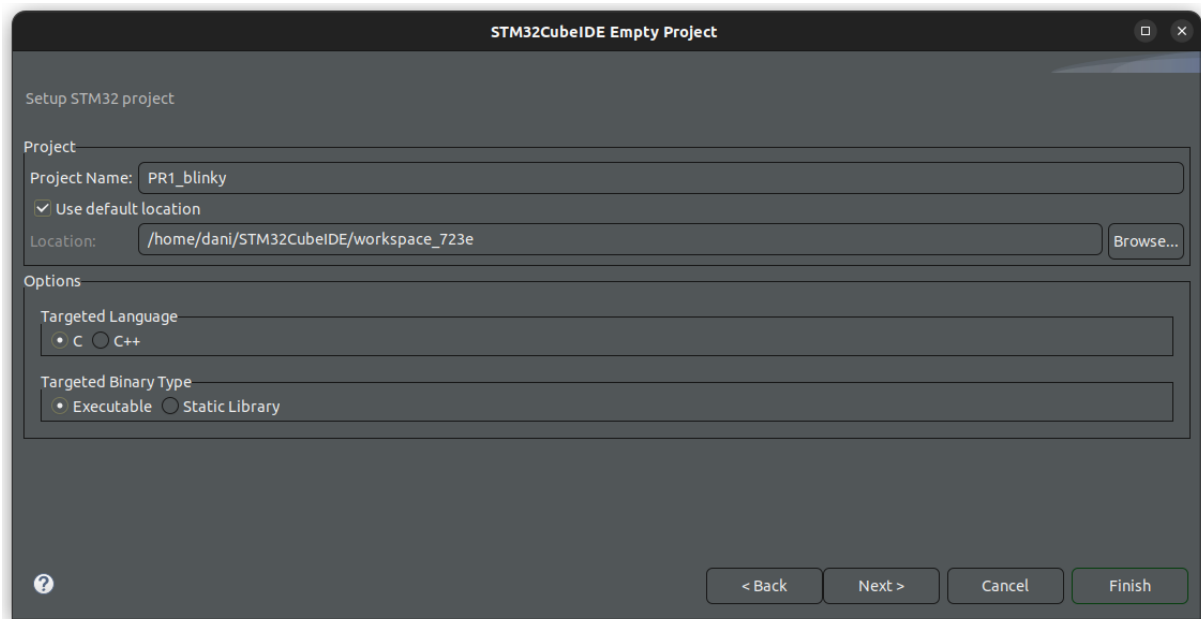

Figura 9: Selección de nombre de proyecto
5. Finalmente, dar un nombre al proyecto y terminar (Figura 9).